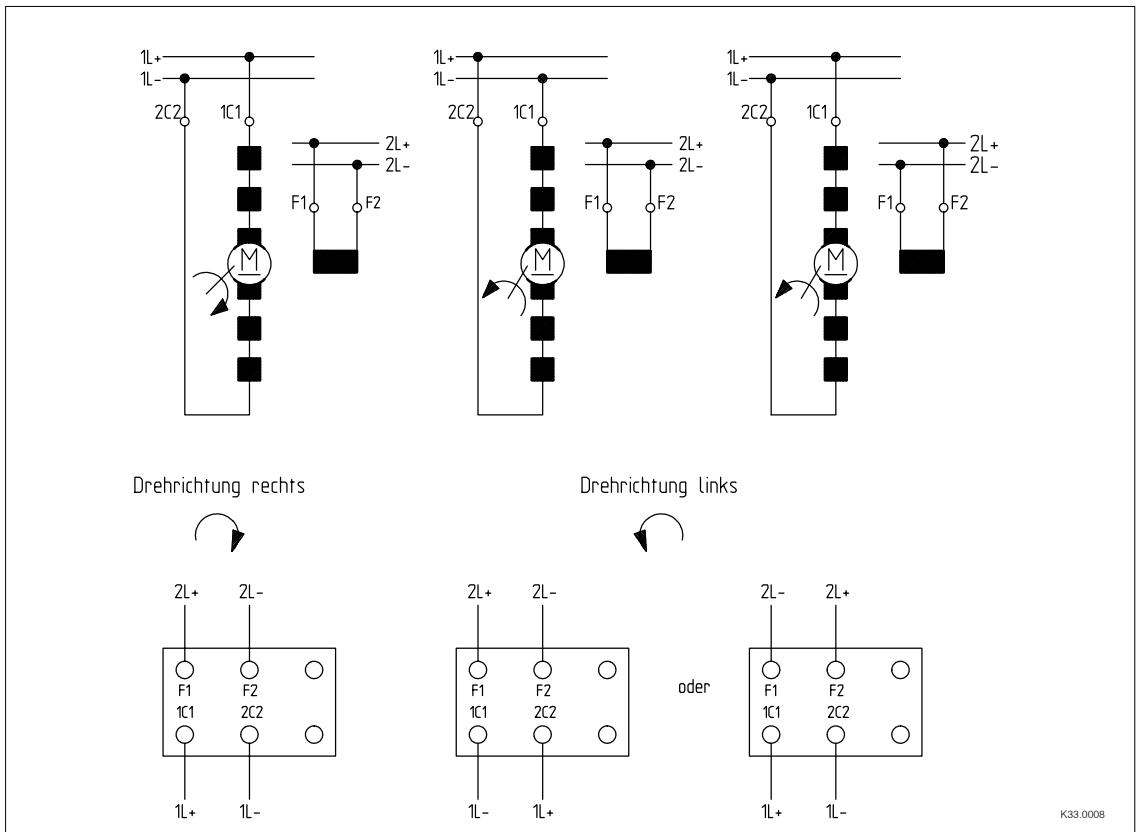
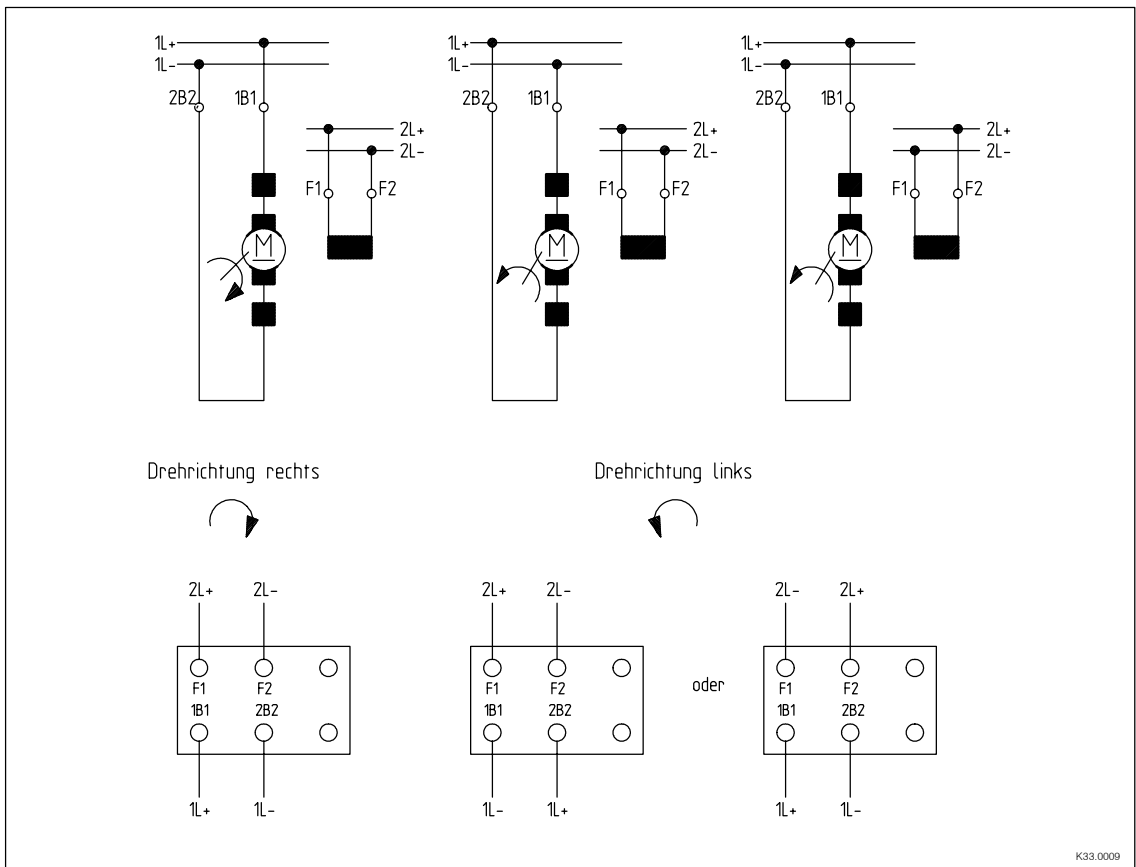

Abb. 2: Motoranschlußpläne für die Motortypen MGFRK, MGERK, MGSRK, MGFQK, MGEQK, MGSQK (kompensierte Ausführung mit Wendepolwicklung)
Abb. 3: Motoranschlußplan für die Motoren der Typenreihen MGFQU, MGEQU, MGSQU (unkompensierte Ausführung mit Wendepolwicklung)
- Den elektrischen Anschluß entsprechend dem jeden Motor beigefügten Schaltplan vornehmen. Abb. 2 und Abb. 3 zeigen die Schaltpläne für die Standard-Werksausführung.